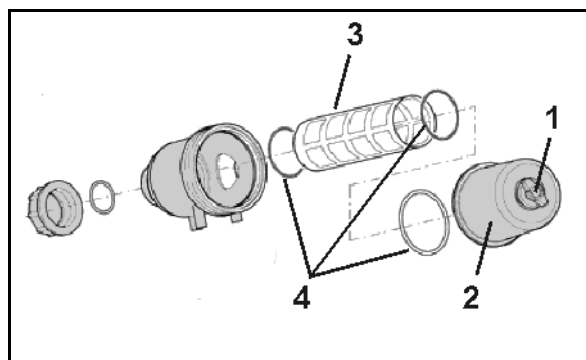

Bild 126
Rengör sugfiltret (Bild 126) dagligen då sprutningsarbetet avslutats.
5. Lossa vingmuttern för sugfiltret (Bild 126/1).
6. Demontera locket (Bild 126/2).
7. Demontera och rengör filterinsatsen (Bild 126/3).
8. Kontrollera o-ringarna (Bild 126/4) avseende skador.
Se till att o-ringarna (Bild 126/4) kommer korrekt på plats.